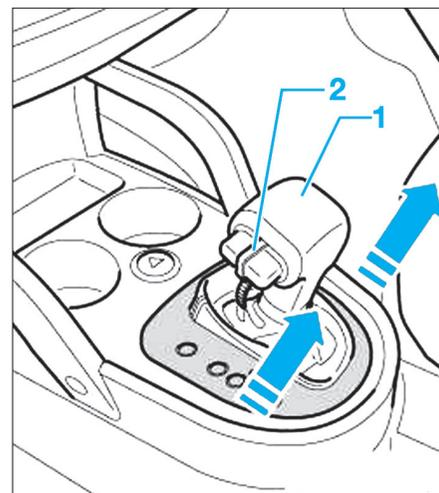

Fig. 17
- Tirer avec précaution le bouton (1) hors du pommeau du levier (2) jusqu'à ce qu'il soit possible d'introduire un collier plastic entre le bouton et le pommeau du levier sélecteur (Fig.17).